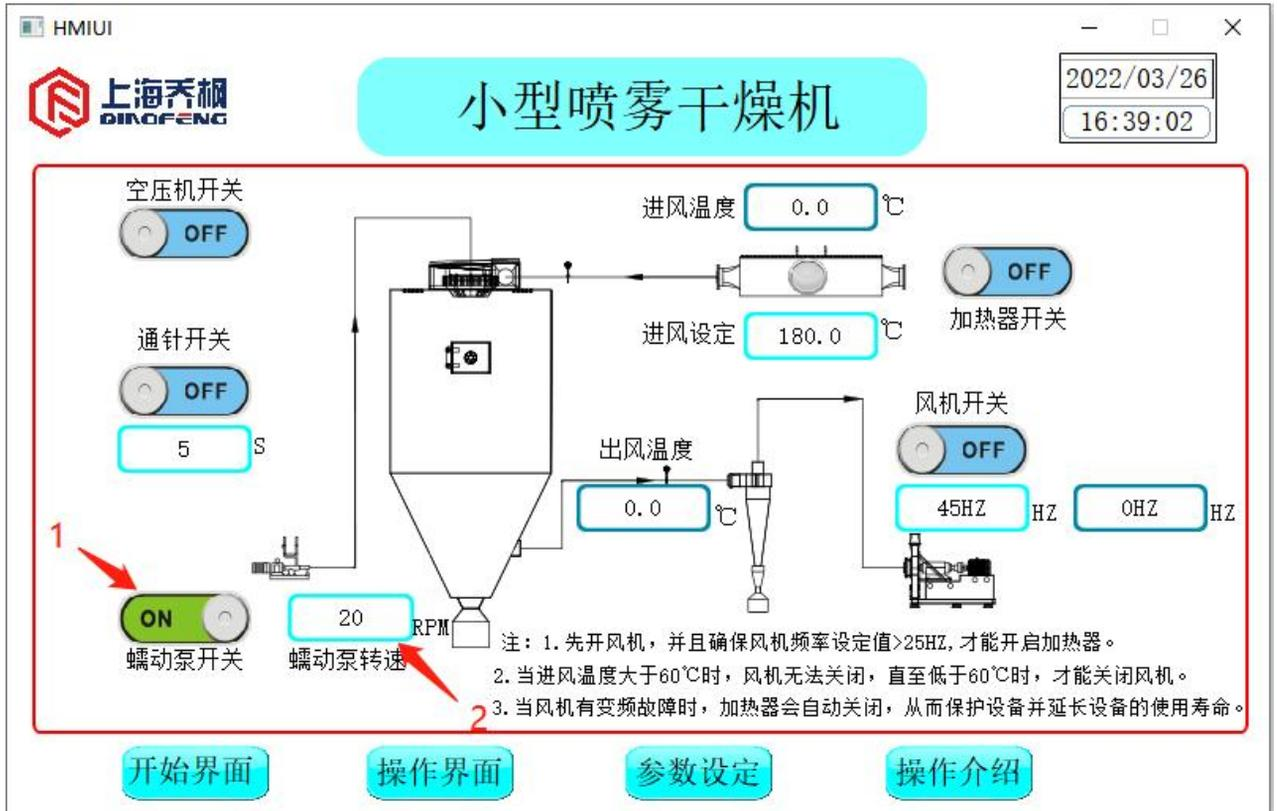

图 8
(6) 点击“蠕动泵开关”1，开启蠕动泵。点击“RPM”前的设定框2，用虚拟键盘输入“0-50”，即为蠕动泵电机工作转速为 0-50RPM。显示状态如图 8 所示。